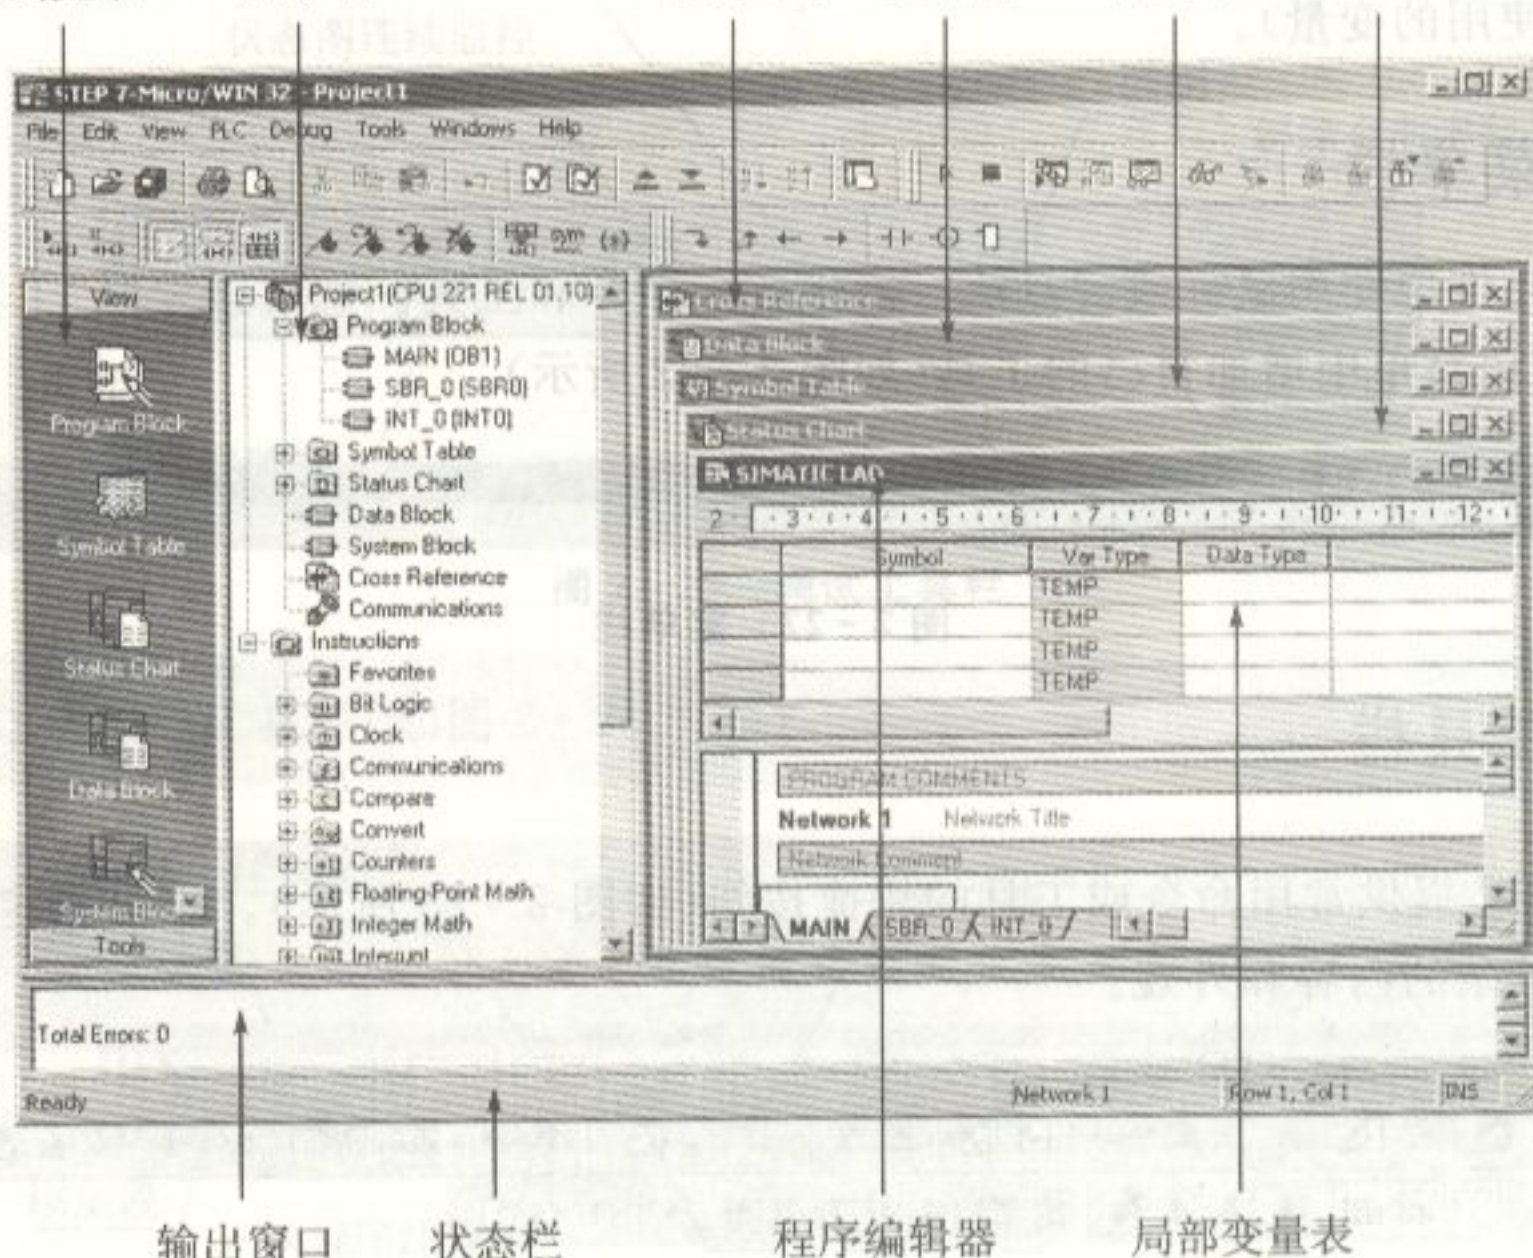

图 2-21 Step7 Micro/WIN32 窗口元素
Step7 - Micro/WIN32 窗口元素如图 2-21 所示。